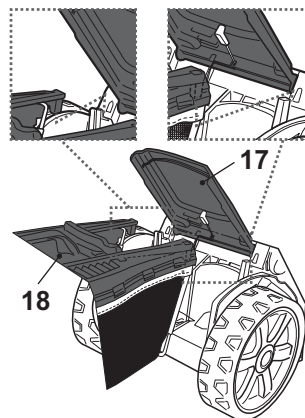

Fig. 9
> Ouvrez le déflecteur (17), maintenez-le en position et insérez les crochets du bac de récupération (18) dans les fentes (Fig. 9). Assurez-vous qu'il est correctement positionné.